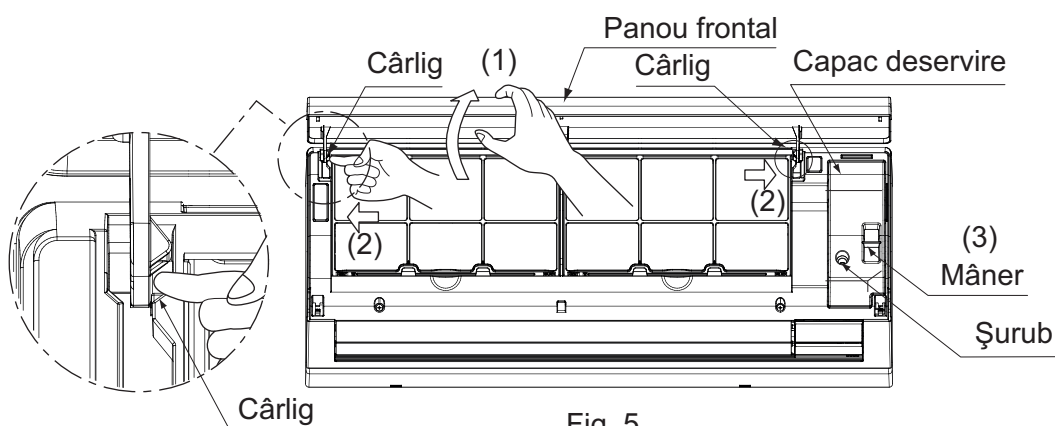

Fig. 5
(4) Scoateți panoul frontal și capacul de deservire. (Consultați Fig. 5)